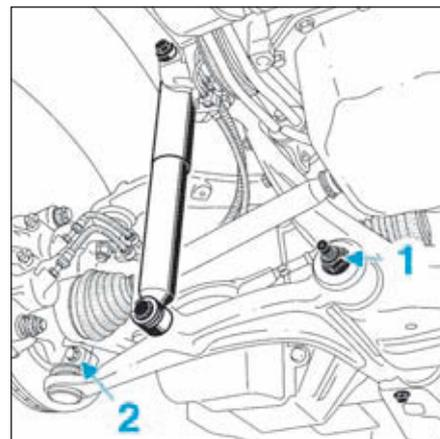

FIG.10
- Déposer l'écrou (1) du bras inférieur (Fig.10).
- Désaccoupler la rotule du bras inférieur après déposer l'écrou (2).